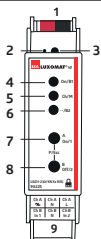

Fig. 1
| <p>► Fig. 1LED Ch/M (5)</p>  | <ul style="list-style-type: none"> <li>▪ Enheden fungerer i normal driftstilstand.→LED lyser grønt.</li> </ul>   |              | <ul style="list-style-type: none"> <li>▪ El aparato funciona en modo de operación normal.→LED se ilumina en verde.</li> </ul>   |                                      | <ul style="list-style-type: none"> <li>▪ Il dispositivo funziona in modalità di funzionamento normale.→LED si illumina di verde.</li> </ul>   |                                     | <ul style="list-style-type: none"> <li>▪ O dispositivo está a funcionar no modo de funcionamento normal.→LED acende-se a verde.</li> </ul>  |  |